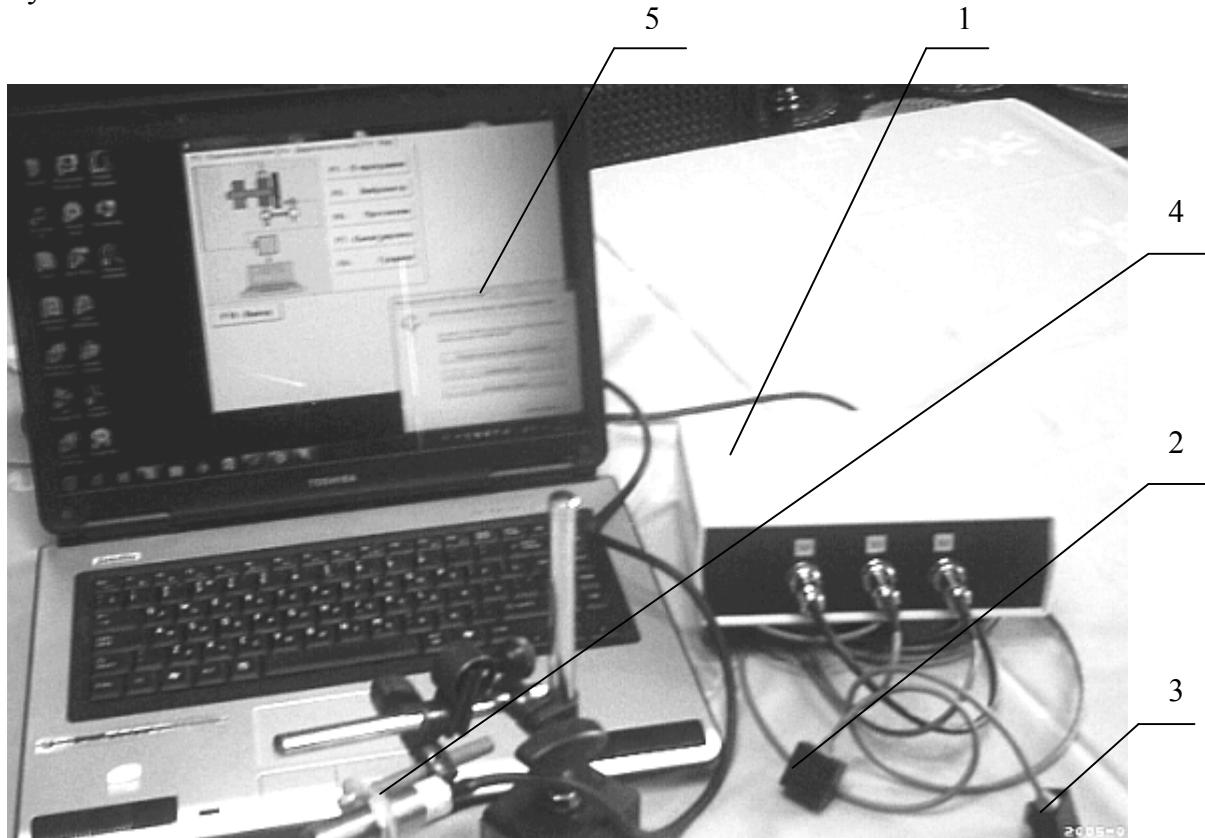

Рис. 4.1. Прибор для балансировки «БалКом-1» в комплекте
**4.1.** Фотографии прибора «БалКом-1» представлены на рис. 4.1 и 4.2.
Прибор (см. рис. 4.1) состоит из измерительного блока 1, двух датчиков вибрации 2 и 3, датчика фазового угла 4 и портативного компьютера (нетбука или ноутбука) 5.
Собственно сама процедура аппаратного подключения измерительного блока к компьютеру достаточно тривиальна: необходимо просто соединить **USB** разъём **блока** (см. Рис.4.1. «Руководство по эксплуатации») с любым свободным **USB** портом компьютера и дождаться распознавания устройства операционной системой .